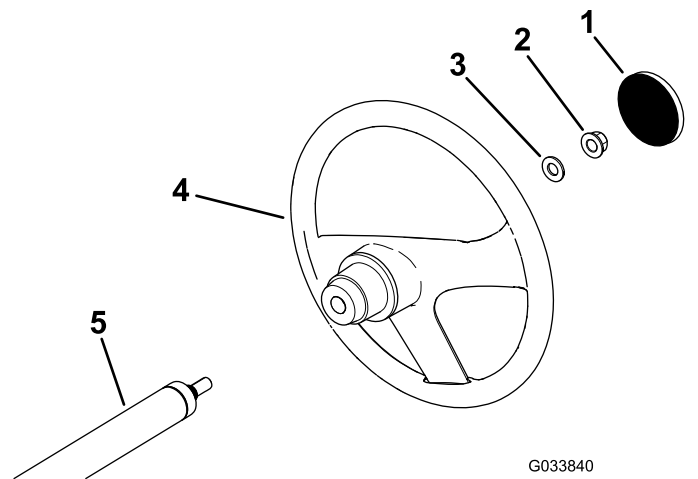

Figure 3
1. S'il est présent, déposez le couvre-moyeu du volant (Figure 3).
2. Retirez le contre-écrou (1/2") de l'arbre de direction (Figure 3).
3. Glissez le volant et la rondelle (1/2") sur l'arbre de direction (Figure 3).
5. Reposez le couvre-moyeu sur le volant (Figure 3).